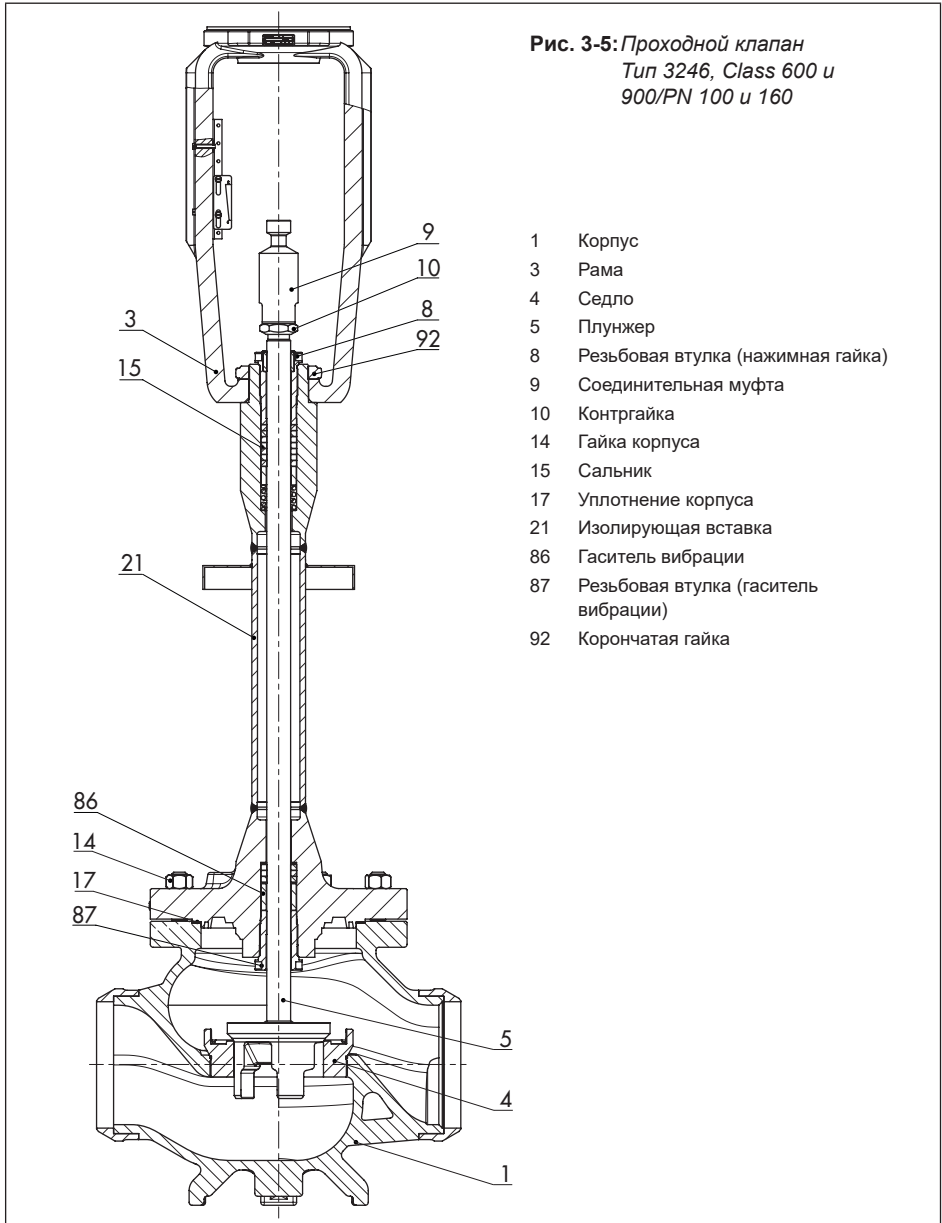

Рис. 3-5: Проходной клапан
- проходной клапан, Class 600 и 900/PN 100 и 160 (см. Рис. 3-5)